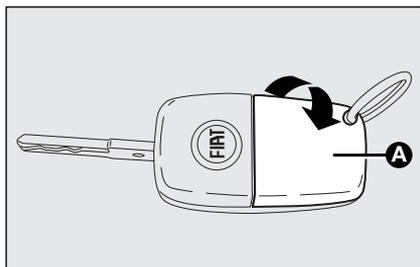

fig. 7
- aprire lo sportellino **A-fig. 7** fissato a pressione agendo nel senso indicato dalla freccia